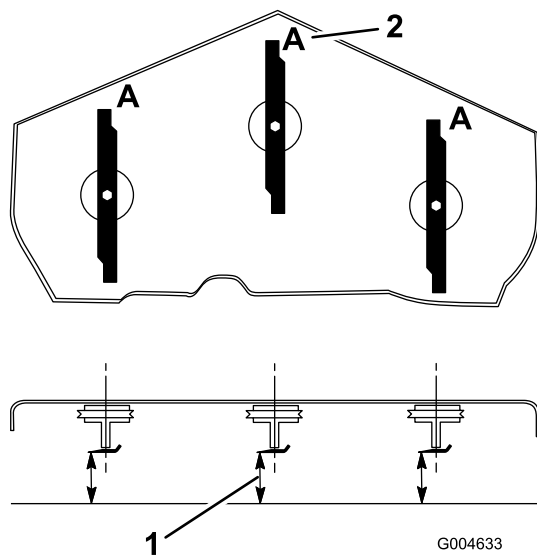

Figura 20
3. Rode as lâminas até as suas extremidades se encontrarem viradas para a frente e para trás (Figura 20). Meça desde uma superfície nivelada até à extremidade de corte, posição A, das lâminas (Figura 20). Anote esta medida.